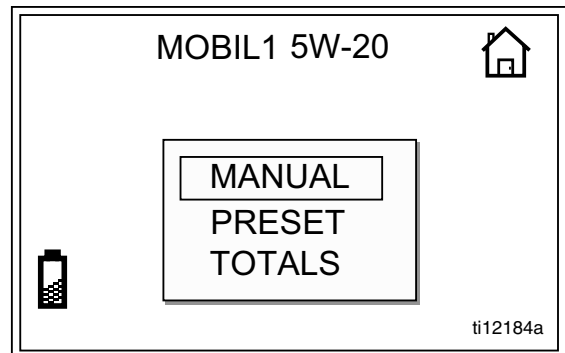

FIG. 10
Si vous êtes en Mode Fonctionnement, vous devez vous trouver sur l'Ecran d'accueil illustré en FIG. 10, afin d'accéder aux Ecrans du Mode Installation. (Une description complète de l'Ecran d'accueil est fournie en page 18.)
- b. Appuyez sur le bouton ENTREE situé au milieu afin d'afficher l'Ecran d'accueil (FIG. 10).